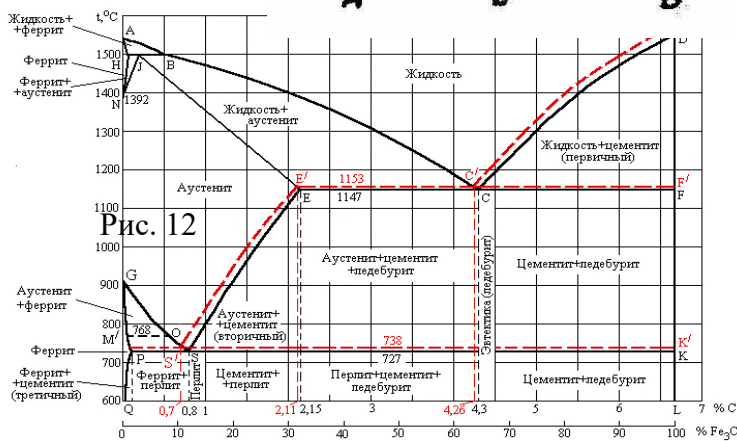

Рис. 12
1. Точка A_0 (210°C) на диаграмме Fe - Fe_3C (рис.12) характеризует...
2. Точка A_1 (727°C) на диаграмме Fe - Fe_3C (рис.12) характеризует...
3. Точка A_2 (768°C) на диаграмме Fe- Fe_3C (рис.12) характеризует...
4. Точка A_3 (910°C) на диаграмме Fe- Fe_3C (рис.12) характеризует...
5. Точка A_4 (1392°C) на диаграмме Fe- Fe_3C (рис.12) характеризует...
6. Состав фазы характеризуется точкой S на диаграмме Fe- Fe_3C (рис.12) и соответствует...
7. Состав фазы характеризуется точкой J на диаграмме Fe- Fe_3C (рис.12) и соответствует...